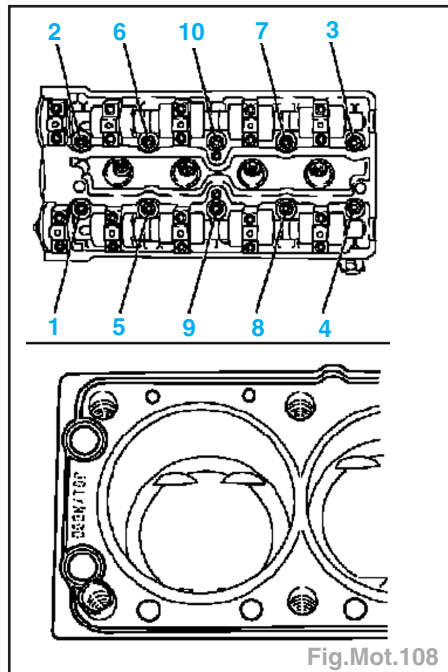

Fig.Mot.108
- les vis de fixation de la culasse dans l'ordre (de 1 à 10) d'abord par quart de tour, puis d'un demi-tour (Fig.Mot.108).